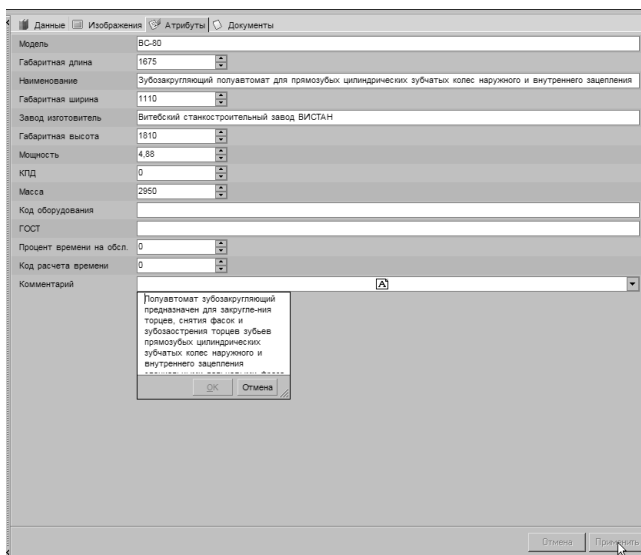

Рисунок 62
- После ввода данных нажмите кнопку **Применить** внизу справа (рис. 62).